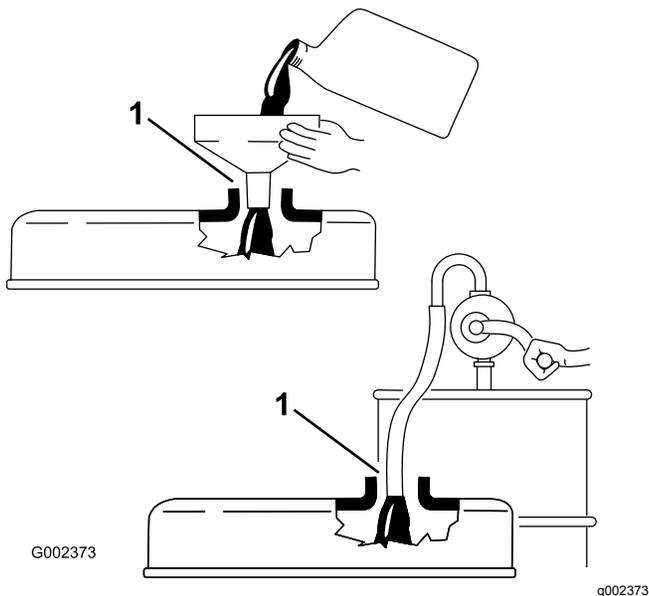

Рисунок 27
**Внимание:** Прежде чем заливать масло в двигатель, убедитесь, что щуп вынут. При добавлении или заправке моторного масла между устройством заливки масла и заливным отверстием **должен быть зазор**, как показано на Рисунок 27. Этот зазор необходим для обеспечения выхода воздуха при заливке, что предотвращает перелив масла в сапун.